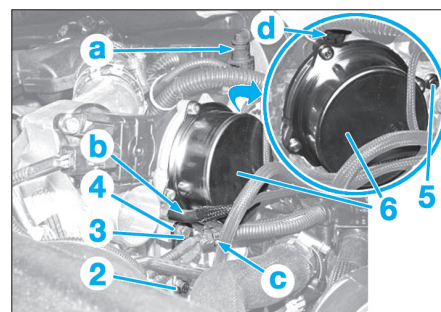

Fig. 22
- Déposer l'ensemble du conduit d'air (1).
- Désaccoupler les raccords en "a" et "b" (Fig.22).